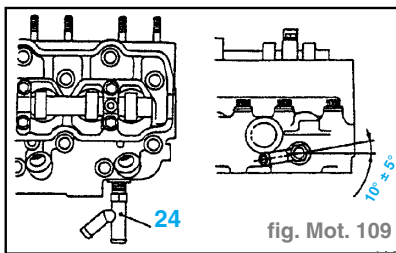

fig. Mot. 109
- Pour mettre le raccord d'eau 24 en place, commencer par le serrer au couple prescrit puis continuer à tourner dans le sens du serrage pour lui donner l'orientation convenable. Ce serrage supplémentaire doit se faire sans dépasser 7 Nm de plus que le couple de serrage prescrit (4,8 daN.m). (fig. Mot. 109)